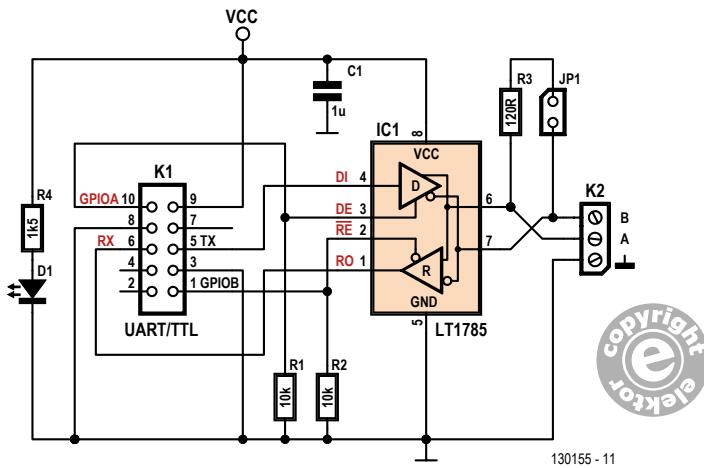

Figure 2.
**La figure 2** montre le schéma du module RS-485. Le composant central est le LT1785 de Linear Technology [4], un pilote déjà à l'œuvre sur la carte ElektorBus [5]. Il convertit le signal TX TTL-UART en différences de tension entre les lignes A et B. Les bits reçus sont délivrés au format TTL-UART via la broche RO. Les entrées RE et DE commandent la communication semi-duplex et sont ici mises au niveau bas par des résistances de rappel. Un niveau haut sur DE signifie que les bits à émettre sont effectivement envoyés sur les lignes. L'entrée RE doit être mise au niveau bas pour recevoir un message. Une méthode éprouvée consiste à mettre au niveau haut les entrées RE et DE avant l'envoi des caractères ; le composant se met à l'écoute des autres participants lorsqu'on remet ensuite les deux broches au niveau bas. La broche GPIOA du connecteur ECC est reliée à DE, GPIOB à RE.